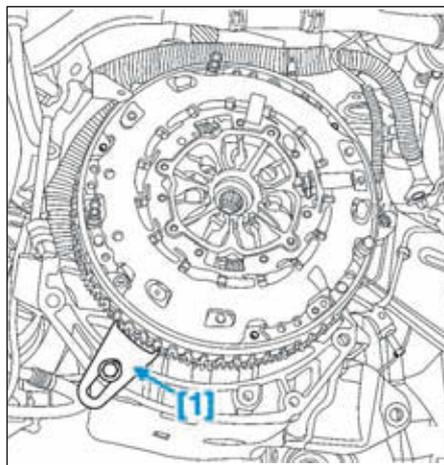

FIG.2
- Bloquer le volant moteur à l'aide de l'outil d'immobilisation du volant moteur [1] (Fig.2).